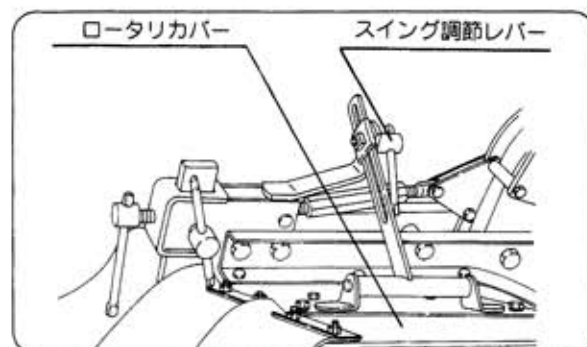

図32
1) ロータリカバーの調節(図32)
- ① スイング調節レバーをゆるめて調節します。